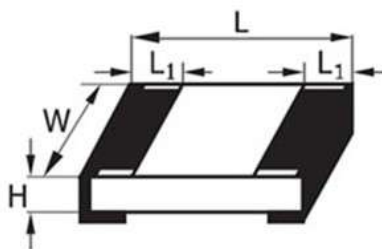

Рис. 4. Обозначения для расшифровки типоразмеров
- $L = 5,0$ мм, $W = 2,5$ мм, $H = 0,55$ мм, $L_1 = 0,5$ мм (рисунок 4);
- допустимое отклонение от номинальных значений: 1% (F), 5% (J);
Из рисунка 5 видно, что при таком расположении контактов X1 и X2 ширина корпуса SO-8 обеспечивает пути для тока утечки не менее 4 мм (рисунок 4), что отвечает требованиям безопасности. Помимо этого, микросхемы прошли испытания на воздействие скачков напряжения до 6 кВ и разработаны с избыточностью по выводам (таблица 2): имеют по два вывода X1 и X2. Таким образом, даже при обрыве или некачественной пайке одного вывода безопасный разряд для энергии X-конденсатора будет по-прежнему обеспечен вторым.